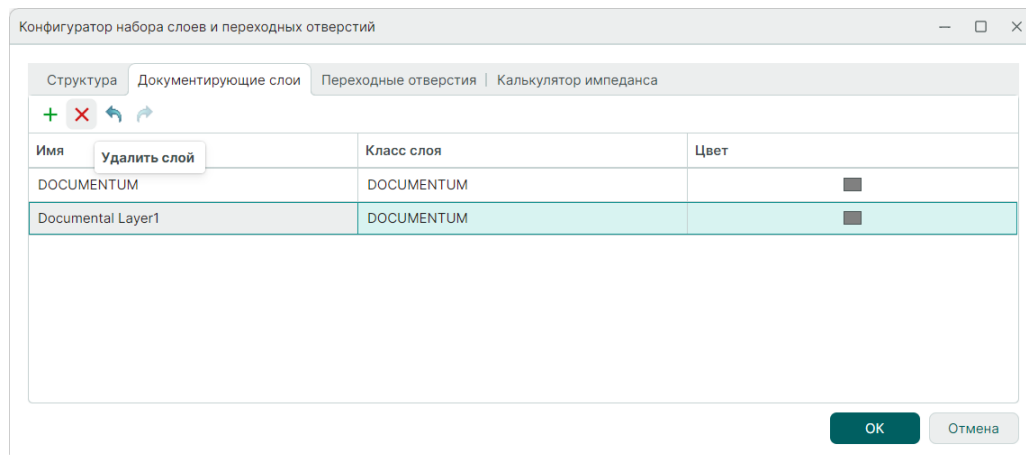

Рис. 33 Удаление документирующего слоя
2. Выберите в таблице документирующий слой, который необходимо удалить и нажмите на символ **X** «Удалить слой», см. Рис. 33.